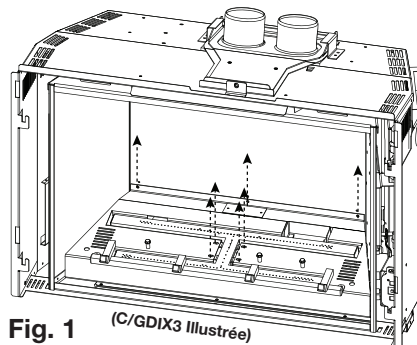

Fig. 1 (C/GDIX3 Illustrée)
2. Retirez les 7 vis servant à fixer la couverture de bûche en place. Soulevez la couverture puis la retirez (**Fig. 1**).